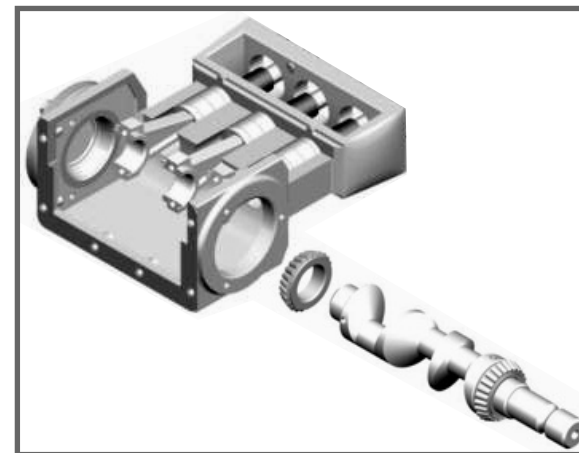

Fig. 59
**Obs.** A capa do rolamento (2) e o retentor (3) saem juntamente com o mancal. Verificar as condições da junta (1) e analisar a quantidade de juntas em cada mancal, trocá-la mesmo se estiver com pequena avaria. Sempre que o mancal for retirado é aconselhado a troca do retentor e das juntas de vedação.
- 9- Retirar o virabrequim. Verificar o estado dos rolamentos e no virabrequim os apoios das bielas, caso danificados, trocar os rolamentos e retificar o virabrequim. (Fig. 59)